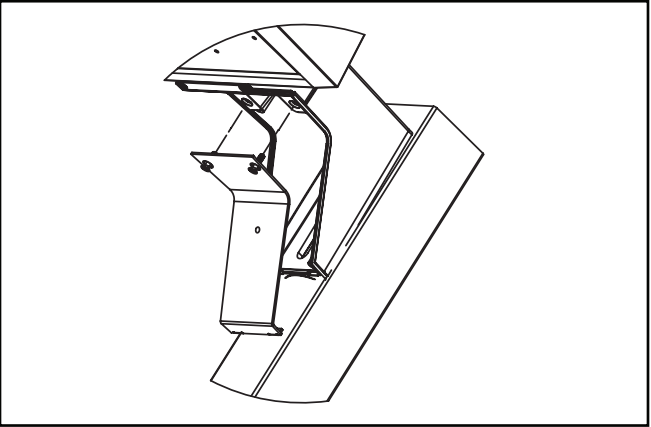

Figure 7.
- Remarque:** Assurez-vous que les fils d'alimentation ne sont pas coincés entre le couvercle et le bras de fixation. (Figure 7)